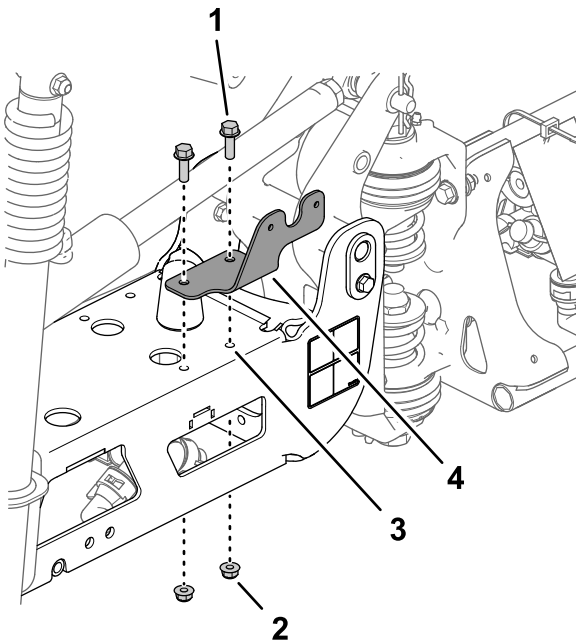

Bild 56
1. Fluchten Sie die Löcher in der Rücklichthalterung mit den zwei Löchern (8 mm) im Träger des mittleren Auslegerabschnitts aus (Bild 56).
2. Befestigen Sie die Rücklichthalterung mit zwei Bundkopfschrauben (5/16" x 1") und zwei Sicherungsbundmuttern (5/16") am Träger (Bild 56).